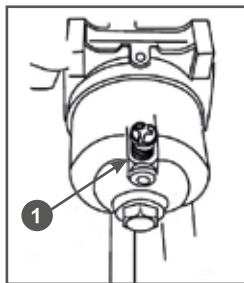

Рис. 14 Слив топлива из карбюратора
1. Слейте топливо из топливного бака и карбюратора (Рис. 14). Поместите под карбюратор подходящую емкость, открутите на карбюраторе винт 1 на 2-3 оборота и слейте топливо (Рис. 14).